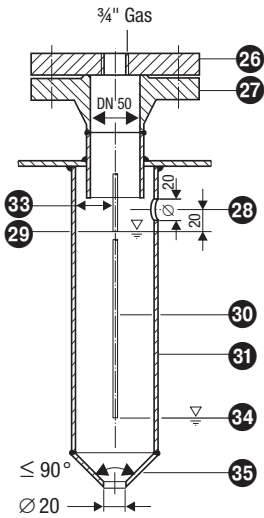
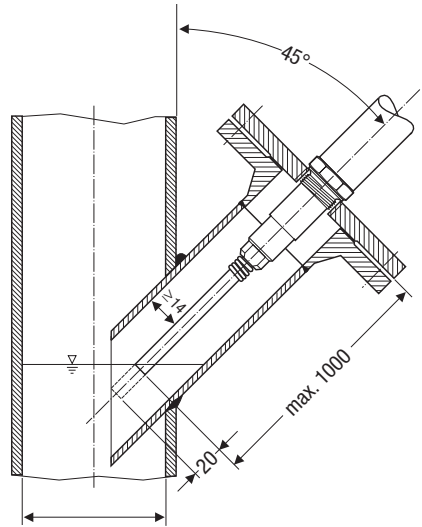
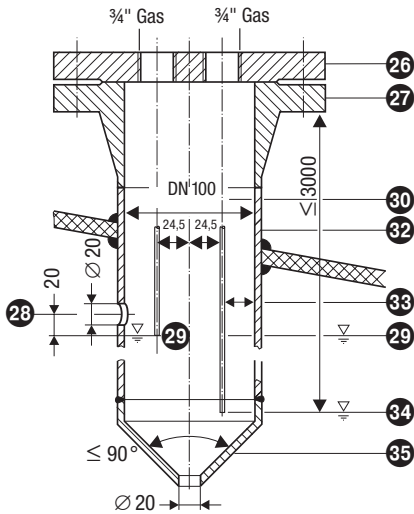
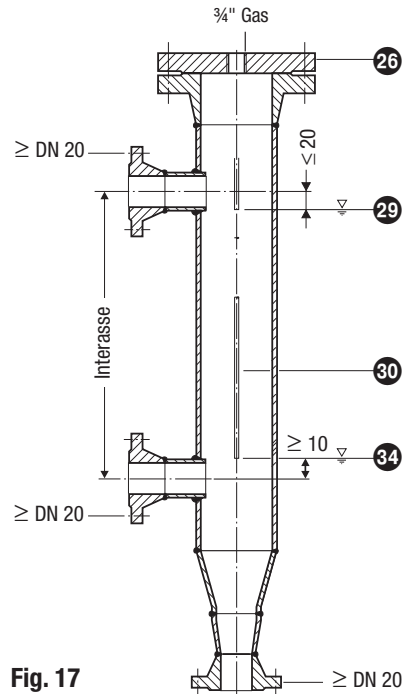

Fig. 14
Fig. 15
Fig. 16
Fig. 17
- Verificare che tra il corpo sonda e le parti metalliche (flangia, parete caldaia) vi sia una distanza minima di 14 mm, **Fig. 14, Fig. 15, Fig. 16, Fig. 17**.
- Anche per l'elettrodo devono essere osservate le distanze sopracitate, **Fig. 14, Fig. 15, Fig. 16, Fig. 17**.
- L'angolo d'inclinazione della sonda può essere come massimo 45°, mentre la lunghezza dell'elettrodo non deve essere superiore a 1000 mm. **Fig. 15**